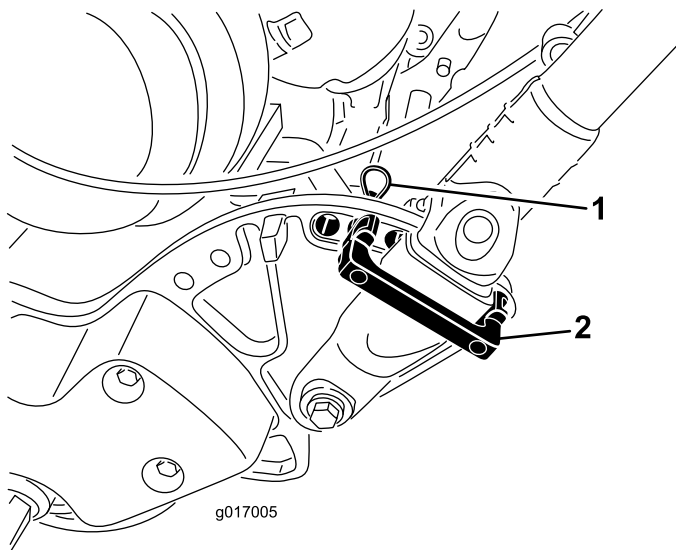

図 6
1. ハンドルを支えながら、ハンドルクランプをサイドプレートに固定しているケーブルタイを外す (図 6)。
2. 希望する高さ位置にハンドルをセットし、ハンドルクランプの上からハンドルリテーナを差し込んでサイドプレートの穴に通す (図 6)。
3. ヘアピンコッターでクランプを固定する (図 6)。